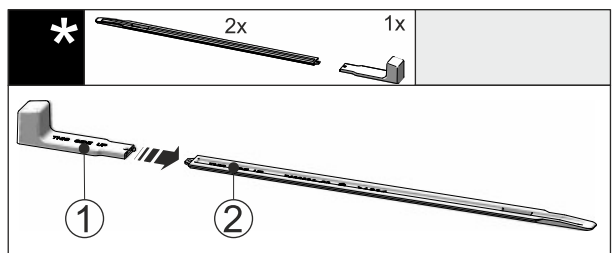

Fig. 47
- ▶ Вставте монтажну ручку Fig. 47 (1) на вирівнювальну рейку Fig. 47 (2).